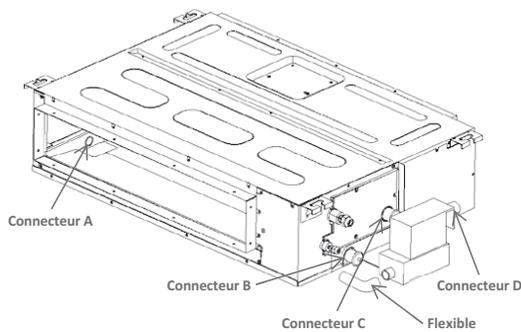

Figure 16 – Branchement du flexible d'évacuation au raccord D
- b. Branchez le flexible d'évacuation au raccord D (voir la figure 16).